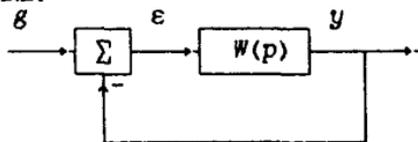

Рис. 4.1
1. Для системы (рис. 4.1) определите значение установившейся ошибки $\Delta = e(t) \Big|_{t \rightarrow \infty}$, если